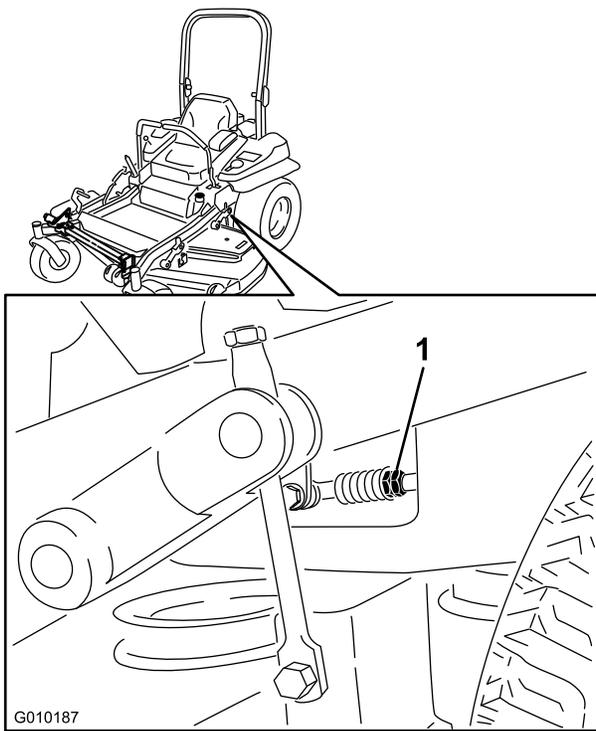

Bild 100
11. Stellen Sie die Länge der Pumpenschaltstange ein, indem Sie die Doppelmutter an der Stange so weit in die entsprechende Richtung drehen, bis sich die Räder leicht zurückdrehen (Bild 100).